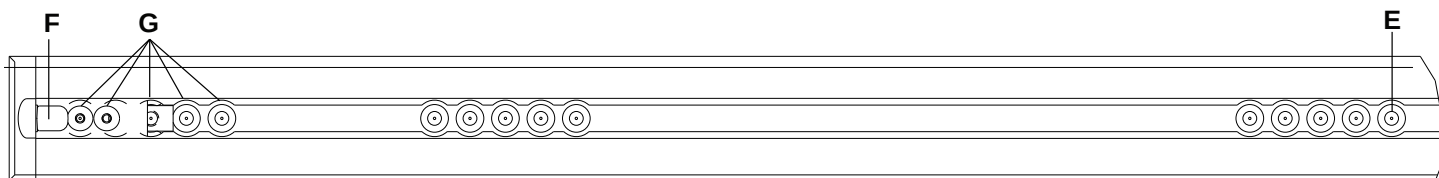

図 16 – 床プレート位置探查装置の位置 - 足側端部
注記 - アンカーと車両をつなぐケーブルを使わずに以前に取り付けられた床プレートがある場合は、位置探査装置のポジションEから頭側端部へ3インチまたは7インチ (7.6 cmまたは17.8 cm) のいずれかを測定します (図 16)。チャンネルの中央の位置にマークします。これは電気コンセントの位置です。電気に接続する方法の説明については、「Strykerの床プレート取り付けマニュアル」 (6390-109-020) を参照してください。
注記 - 安全フック (F) および余分の取り付け穴の位置 (G) は、参考のためにのみ示されています (図 16)。これらは、Performance-LOADの取り付けに使用されません。